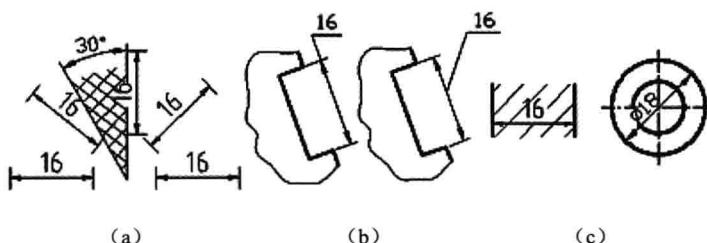

图 1-8 线性尺寸注法
- 线性尺寸数字一般按图 1-8 (a) 所示的方法注写：水平方向的尺寸数字字头朝上；垂直方向的尺寸数字字头朝左；倾斜方向的尺寸数字字头趋于朝上。当必须在图中所示 30° 范围内标注尺寸时，可按图 1-8 (b) 的形式标注。尺寸数字不允许被任何图线穿过，当不可避免时，必须将图线断开，如图 1-8 (c) 所示。